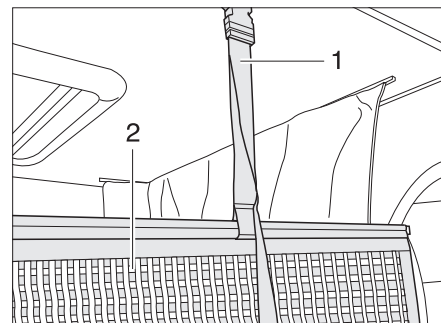

Bild 177 Halterung Sicherungsnetz
Das Sicherungsnetz (Bild 177,2) mit den Haltegurten ist unter der Matratze verstaut. Das Sicherungsnetz erst aufspannen, wenn sich die Personen bereits im Hubbett befinden.
- Die Haltegurte (Bild 177,1) in die Halterungen an der Decke einrasten.